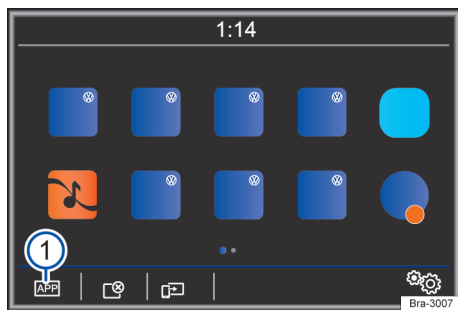

Fig. 135 Menu principal do MirrorLink®: superfícies de função na vista geral dos aplicativos compatíveis.
- No modo MirrorLink®, tocar em  para acessar o menu principal App-Connect → Fig. 135 .
Superfícies de função e exibições: efeitos e significado → Fig. 135: